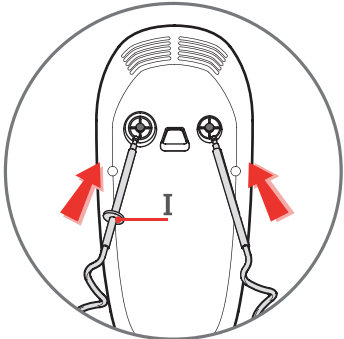

fig.1
1. Vérifiez que le sélecteur de vitesse (B) est en position « 0 »
2. Introduisez les tiges de chaque fouet (A) ou malaxeur (D) dans les orifices prévus à cet effet et verrouillez . Le fouet et le malaxeur munis d'un détrompeur (I) doivent être mis dans l'orifice le plus gros (Fig.1). Les deux fouets doivent avoir la même longueur. Ils sont correctement fixés et insérés lorsque vous entendrez un « clic ».